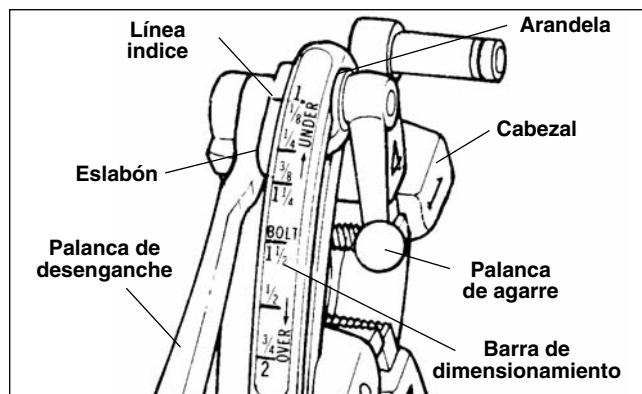

Figura 10 – Cabezal de terrajas de Apertura Rápida Nos. 713 y 913
7. a. Cabezal de terrajas de Apertura Rápida (Figura 10) – Cuando se haya completado la rosca, levante la palanca de desenganche para abrir el cabezal y poder retraer las terrajas.
Los cabezales de terraja No. 713 y 913 (Figura 10) para roscas a mano izquierda requieren tres juegos de terrajas para roscar tubos desde 1/4 hasta 2 pulgadas. Para cada una de las gamas de tamaño de tubo se requiere un juego de terrajas: (1/4 y 3/8), (1/2 y 3/4) y (de 1 a 2 pulgadas).